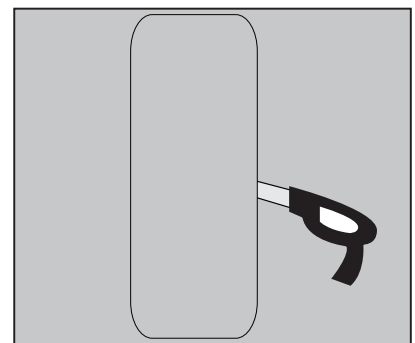

Figure 2
4. Découpez soigneusement un trou avec l'outil de coupe approprié le long de la trace au crayon, comme suit : Commencez le trou en perçant un trou à l'intérieur de la ligne au crayon (placez le foret juste à l'intérieur de la ligne). Utilisez ce trou pour insérer l'outil de coupe et commencer à couper — veillez à ne pas couper en dehors de la ligne du gabarit ! (Figure 2).